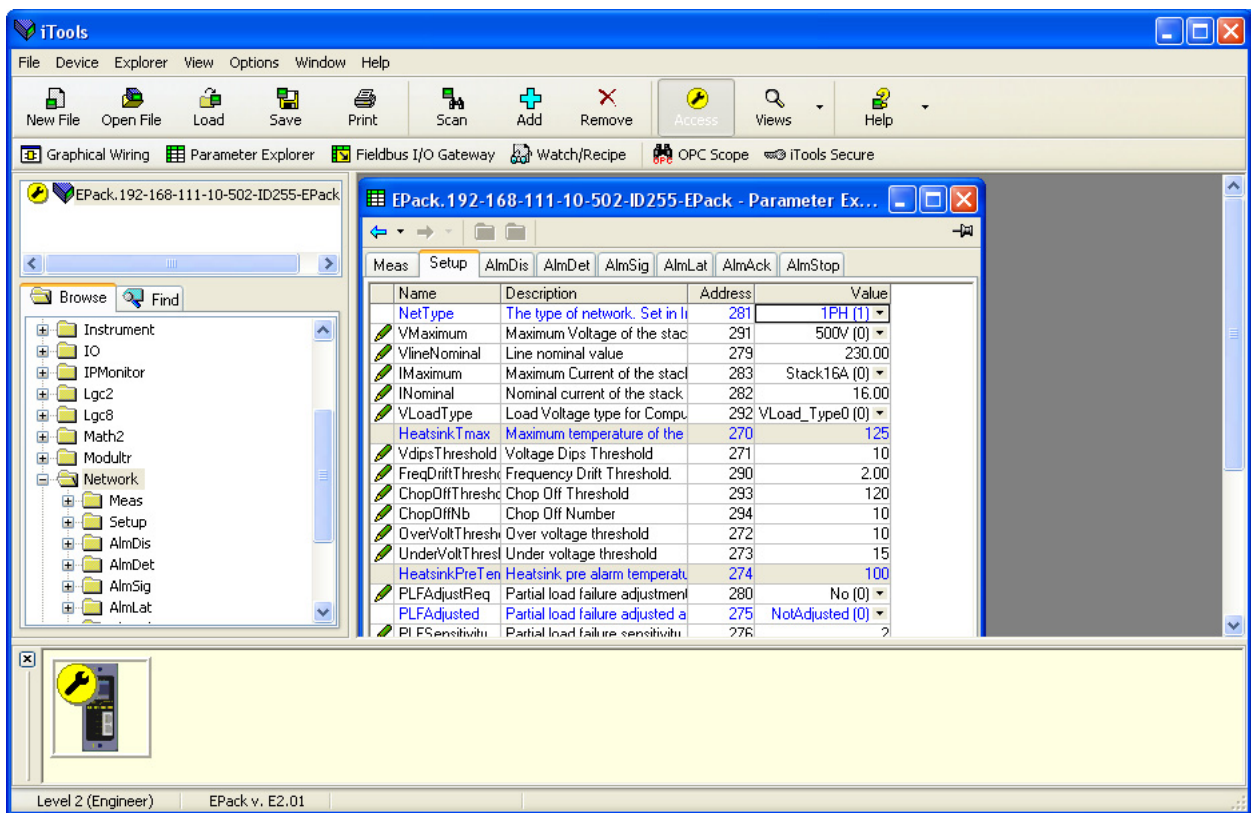

Figure 137 Exemple de tableau de paramètres
Dans chaque cas, les paramètres du bloc fonction apparaissent dans la fenêtre iTools sous forme tabulaire, comme dans l'exemple de la Figure 137.
1. Les paramètres en bleu ne sont pas éditables (Lecture seule). Dans l'exemple ci-dessus, tous les paramètres sont à lecture seule. Les paramètres en lecture/écriture sont en noir et comportent un symbole représentant un « crayon » dans la colonne d'accès à la lecteur/écriture sur le bord gauche du tableau. Plusieurs de ces éléments sont indiqués dans la Figure 137 ci-dessus.
2. Colonnes. La fenêtre d'exploration par défaut (Figure 137) contient les colonnes « Nom », « Description », « Adresse » et « Valeur ». Comme la Figure 140 ci-dessus le montre, les colonnes à afficher peuvent être sélectionnées, dans une certaine mesure, à l'aide du menu « Exploration » ou du menu contextuel. Les « Limites » ont été validées pour l'exemple ci-dessus.